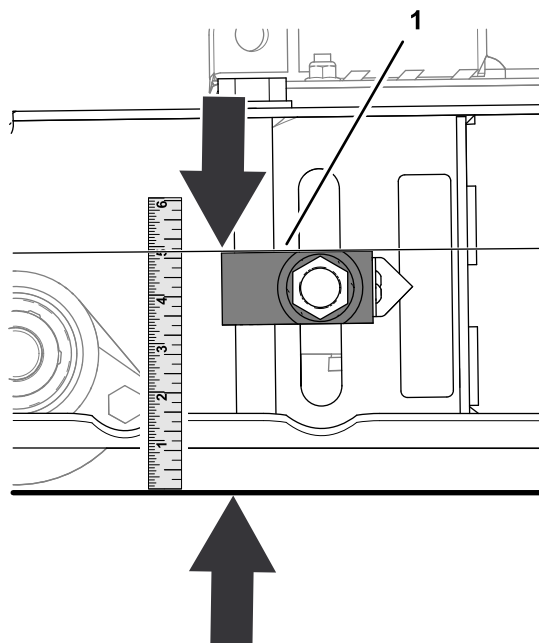

Рисунок 81
2. Измерьте расстояние между верхом блока регулятора и землей (Рисунок 81).